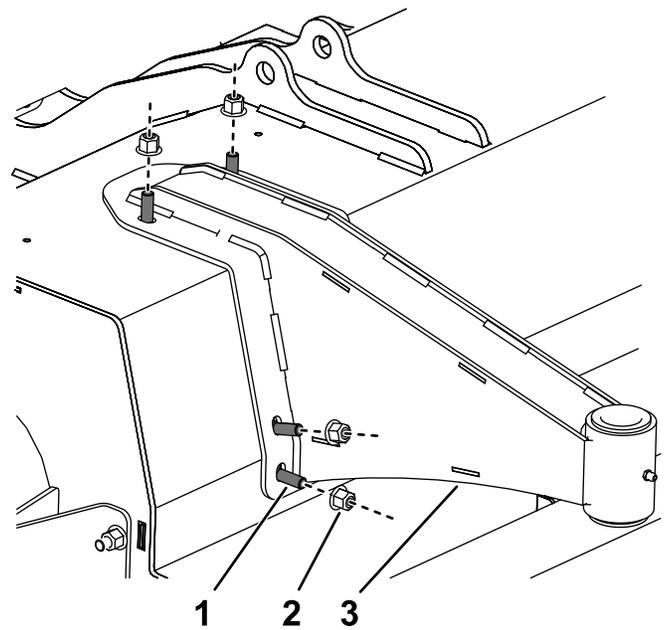

Figure 7
- Montez chaque bras de roue pivotante sur l'unité de coupe à l'aide de 6 boulons de carrosserie (M10) et 6 contre-écrous (M10), comme montré à la Figure 7 ; serrez les contre-écrous à un couple de 47 à 57 N·m.